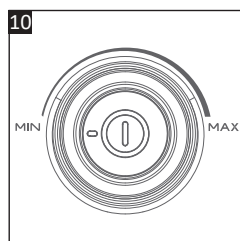

Fig. 10
- Tournez le bouton de réglage de la vitesse (13) pour régler la puissance d'aspiration en fonction du type de surface à nettoyer (**Fig. 10**).